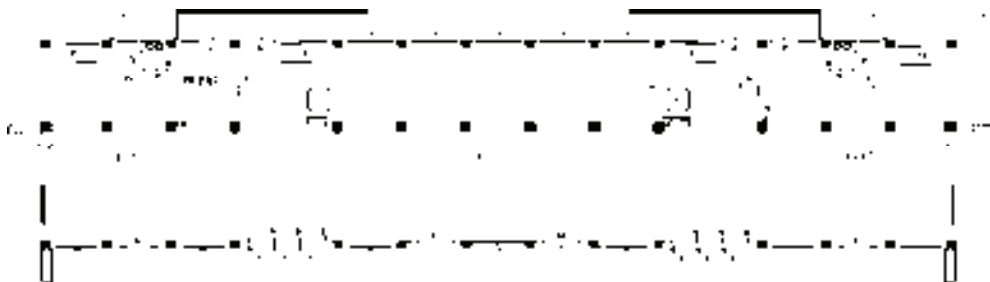

图 15-63 添加文字标注
- 3) 重复调用“单行文字”命令，继续为平面图添加文字标注，结果如图 15-63 所示。